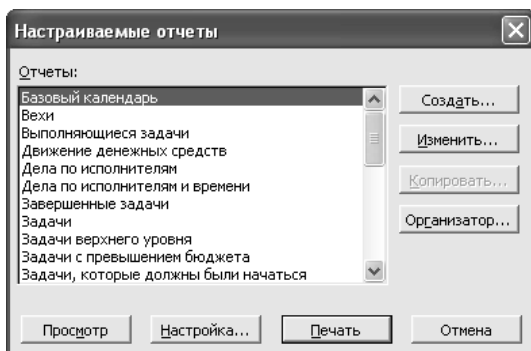

Рис. 44. Вибір типу звіту
2. У вікні **Звіти** виберіть що **Налаштовуються** і натисніть на кнопку **Вибрати**. З'явиться вікно звіти, що **Налаштовуються** (рис. 44).